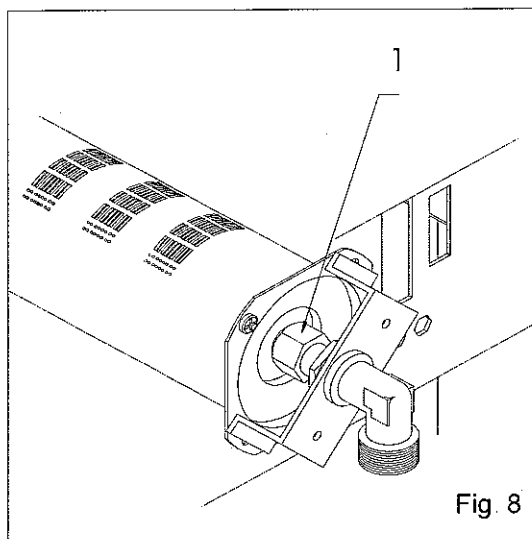

Fig 8
- Acceder al quemador y con una llave adecuada desenroscar el inyector 1 que hay que cambiar (Fig. 8).